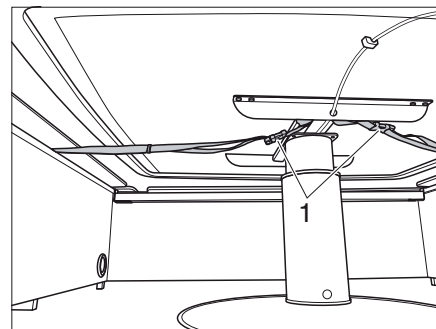

Fig. 57 Sécurisation de la table à hauteur réglable avec des sangles
- ▷ La table à hauteur réglable n'est pas fixée au sol. Avant un trajet, abaisser la table à hauteur réglable jusqu'à la butée inférieure et la fixer avec les sangles (Fig. 57,1) en dessous des banquettes.